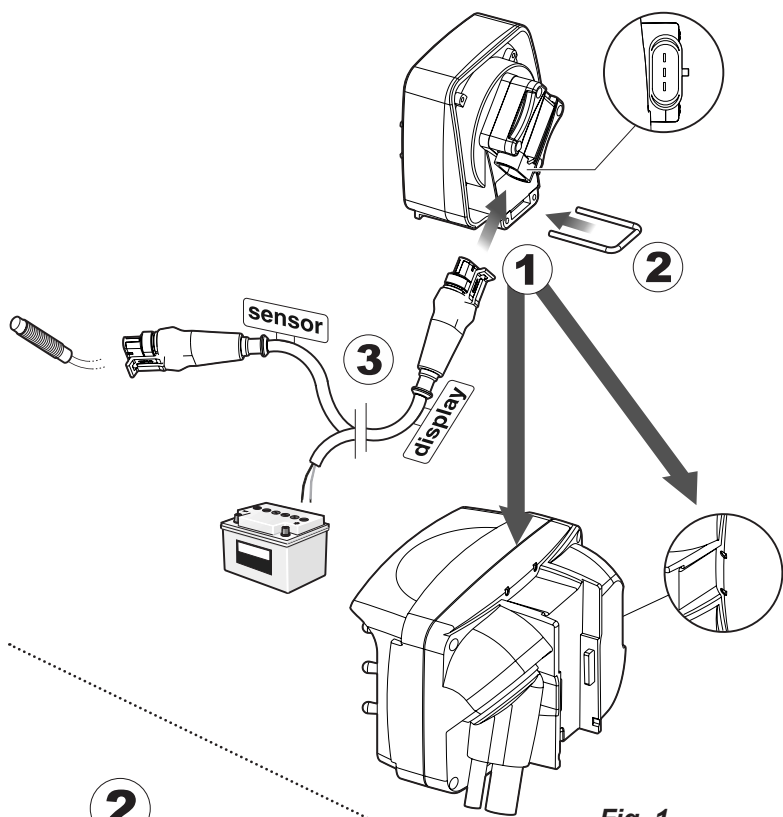

Fig. 1
2.1 Installazione del visualizzatore (Fig. 1, Pag. 5)
2.1 Display installation (Fig. 1, Page 5)